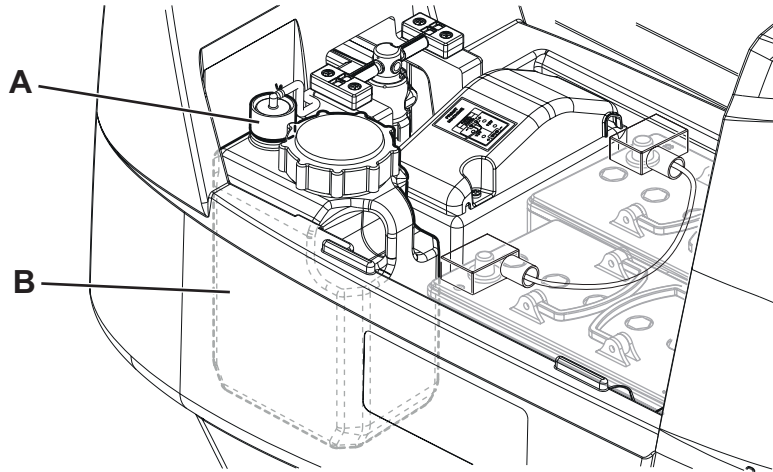

Figure 14
2. S'assurer que la machine est éteinte avec la clé opérateur (52) retirée.
3. Ouvrir le couvercle (34) et vérifier si le réservoir de l'eau de récupération (33) est vide. Dans le cas contraire, le vider au moyen du tuyau de vidange (12).
4. Fermer le couvercle (19).
5. Saisir la poignée (16) et soulever le réservoir (33) avec soin.
6. Dévisser le bouchon (A, Fig. 14) à du réservoir de détergent (B).
9. Remplacer le réservoir de détergent (B) dans son compartiment comme indiqué sur la figure et remplacer le bouchon (A).